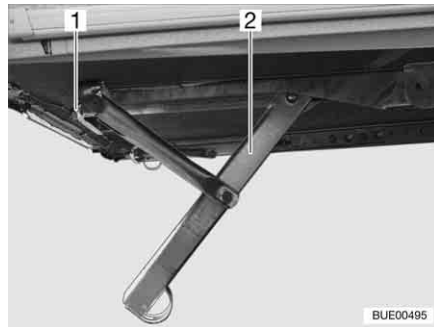
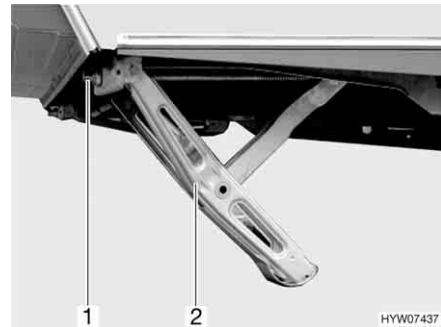

Fig. 19 Apoyo a manivela bajado girando la manivela (variante 1)
Fig. 20 Apoyo a manivela bajado girando la manivela (variante 2)
- Insertar la manivela en el hexágono (Fig. 19,1 ó Fig. 20,1) de los apoyos a manivela (Fig. 19,2 ó Fig. 20,2).